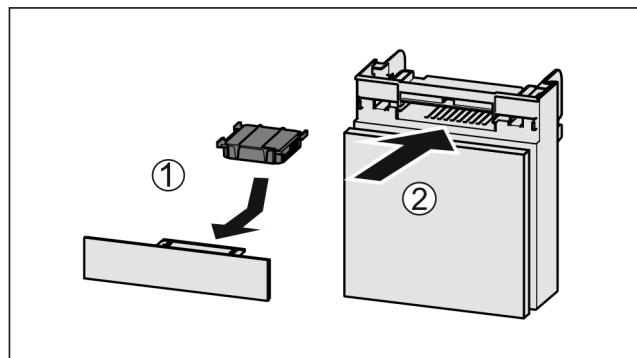

Fig. 198
- Filtr s aktivním uhlím vložte podle vyobrazení Fig. 198 (1).
- Zásuvku zasuněte Fig. 198 (2).